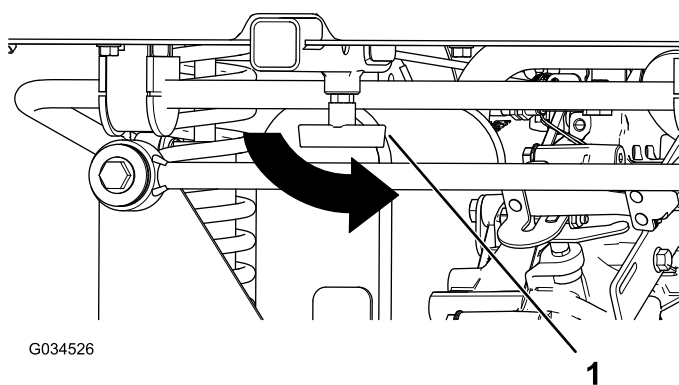

Figura 9
8. Apriete la maneta en "T" del tubo receptor (Figura 9).